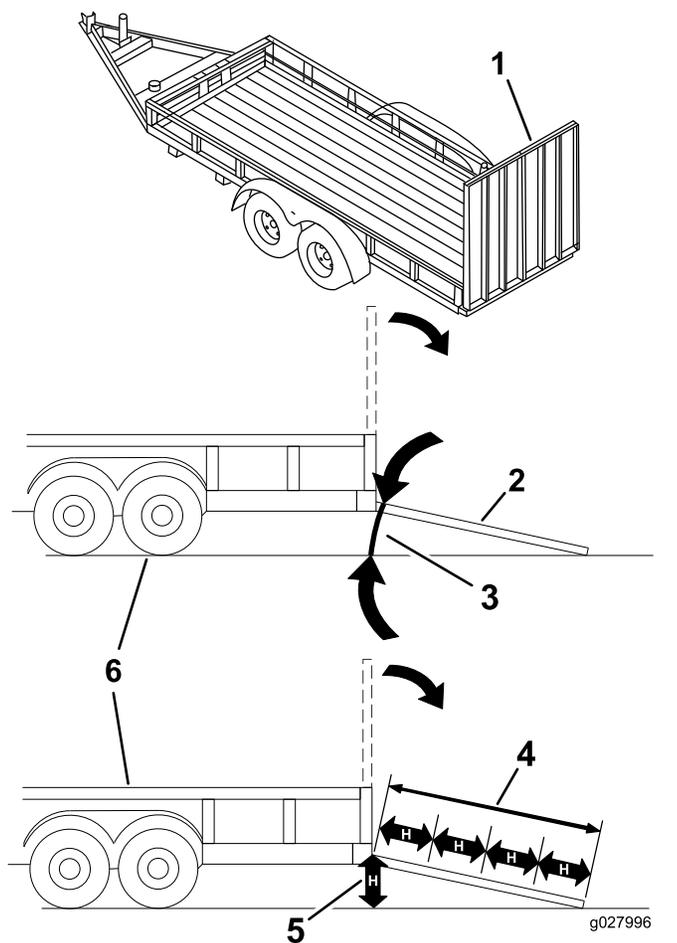

Figura 27
Quando si carica la macchina su un trailer o un autocarro si aumenta il rischio di ribaltamento, che può causare gravi ferite ed anche la morte (Figura 27).
3. Abbassate la rampa, assicurandovi che l'angolazione tra la rampa e il terreno non superi 15 gradi (Figura 27).
1. Abbassate la rampa, assicurandovi che l'angolazione tra la rampa e il terreno non superi 15 gradi (Figura 27).